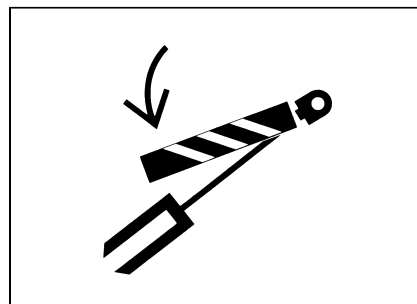

Рис. 1–53
- Следует избавиться от всех вращающихся и подвижных агрегатов (рис. 1–53).